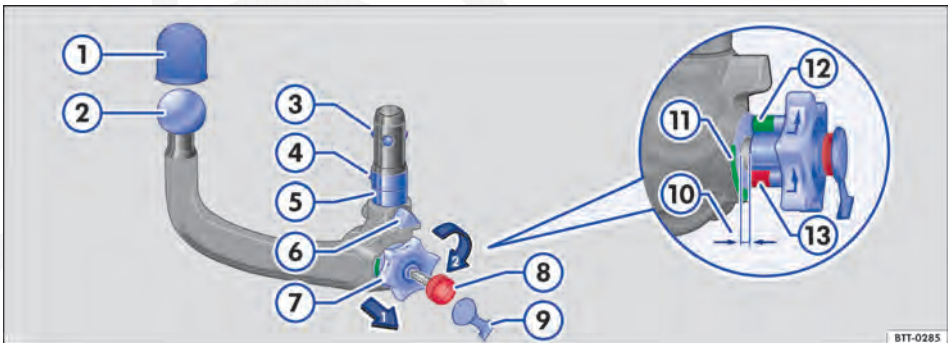

Fig. 118 Imagem geral: rótula de engate removível.
Legenda para Fig. 118:
- Retirar a cobertura ⇒ Fig. 118  da fechadura no manípulo.